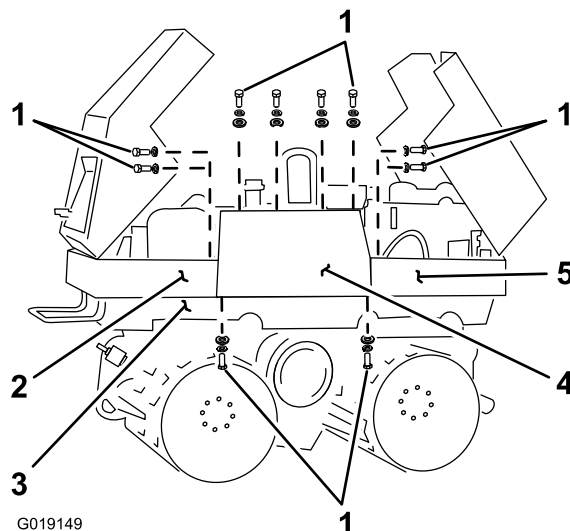
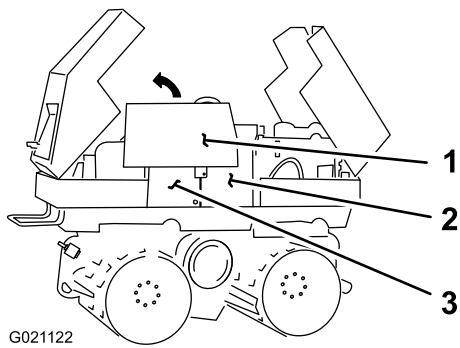

Figure 75
Figure 76
- B. Placez un bidon de récupération de 57 litres (15 gallons américains) sous le bouchon de vidange dans le coin inférieur droit du réservoir hydraulique (Figure 76).
- C. Retirez le bouchon de vidange pour permettre au liquide hydraulique de s'écouler dans le bidon (Figure 76).
- E. Lorsque la vidange d'huile hydraulique est terminée, remettez le bouchon de vidange dans l'orifice de vidange et serrez-le (Figure 76).
1. Retirez les boulons et rondelles qui fixent l'avant du panneau droit au **longeron de capot avant** (Figure 75).
2. Retirez les boulons et rondelles qui fixent l'arrière du panneau droit au **longeron de capot arrière** (Figure 75).
3. Retirez les boulons et rondelles qui fixent le panneau droit au **cadre supérieur** (Figure 75).
4. Retirez les boulons et rondelles qui fixent le haut du panneau droit au **réservoir hydraulique et au réservoir de carburant** (Figure 75).
5. Déposez le panneau droit du châssis de la machine, comme montré à la Figure 76.
1. Alignez le panneau droit sur les points de montage du réservoir hydraulique, du réservoir de carburant, du cadre supérieur, du longeron de capot arrière et du longeron de capot avant (Figure 75 et Figure 76).
2. Fixez le panneau droit au **réservoir hydraulique et au réservoir de carburant** avec les boulons et rondelles (Figure 75) retirés à l'opération 4 de **Dépose du panneau droit** (page 56).
3. Fixez le panneau droit aux **longerons de capots avant et arrière** avec les boulons et rondelles (Figure 75) retirés aux opérations 1 et 2 de **Dépose du panneau droit** (page 56).
4. Fixez le panneau droit au **cadre supérieur** avec les boulons et rondelles (Figure 75) retirés à l'opération 3 de **Dépose du panneau droit** (page 56).